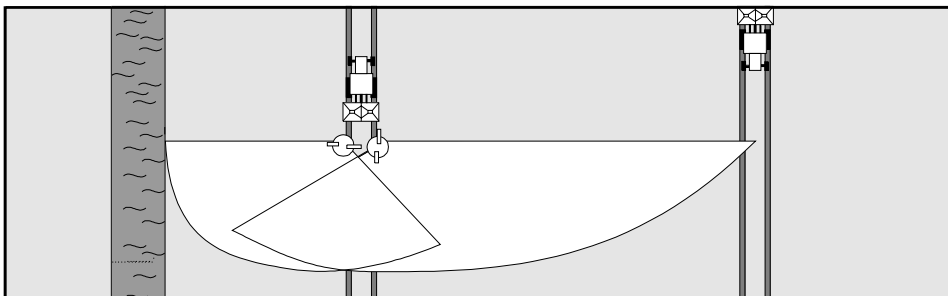

Fig. 7.17
For grensespredning (i overensstemmelse med forskrifter for spredning av gjødsel) (Fig. 7.17) eller **kantspredning** (mot egne felt med forestående spredning) (Fig. 7.18) skal den **venstre "Omnia-Set"** spredeskiven (kantspredning på venstre side - normalt tilfelle) sett i kjøreretning, **skiftes ut med** den tilsvarende **"Tele-Set"** – grensespredeskiven. For kantspredning på høyre side kan det leveres en spesiell grensespredeskive.
7.4.1.1 Grensespredning i overensstemmelse forskrifter for gjødsling (Fig. 7.17)
7.4.2 Innstilling av grensespredeskive i overensstemmelse med forskrifter for gjødsling (Fig. 7.17)